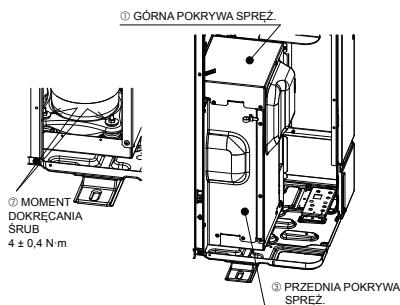

Fig. 4-2
- Po zdemontowaniu części ustalających SPREŻ. należy dokręcić nakrętki i powrótem założyć GÓRNA POKRYWĘ SPREŻ. oraz PRZEDNIA POKRYWĘ SPREŻ. (Fig. 4-2)